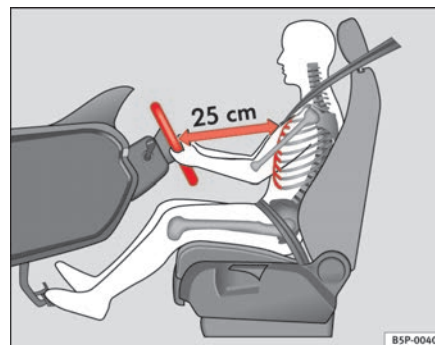

Fig. 133 Posición correcta del conductor
- Ajuste el volante hasta alcanzar la posición deseada ⇒ **fig. 133**.
- Ajuste el asiento del conductor o el volante de modo que quede una distancia mínima de 25 cm entre el volante y el tórax ⇒ página 168, fig. 133. ¡Si no respeta la distancia mínima, el airbag no le protegerá adecuadamente y corre peligro de muerte!